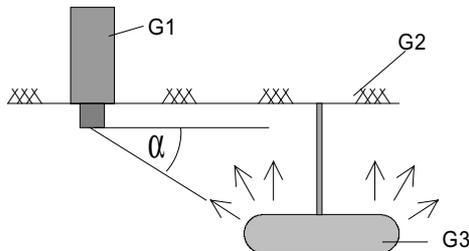

Bild 7: Montage GE 254
- Er ist für indirekte Beleuchtungen konzipiert, d.h. der Abstrahlwinkel  $\alpha$  der abgehängten Leuchten zum Empfänger hin sollte  $23^\circ$  nicht überschreiten. Größere Winkel erhöhen wegen partieller Direkteinstrahlung in den Tubus den Meßfehler. Als absolut maximaler Winkel gilt  $\alpha = 40^\circ$  (siehe Bild 7).